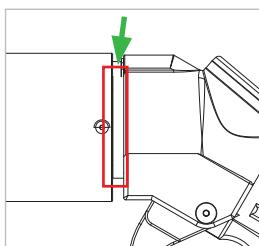

Abbildung 18
- ▶ Ziehen Sie die Stoßschutzhülse (Pos. 1) nach vorne. Geben Sie einen Sprühstoß auf den gekennzeichneten Bereich (Abbildung 18).